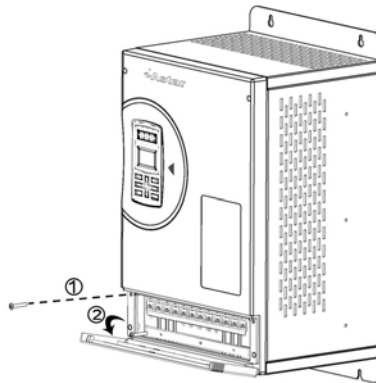

Fig. 3.5 Open wiring cap
- Open wiring cap, see Fig. 3.5.